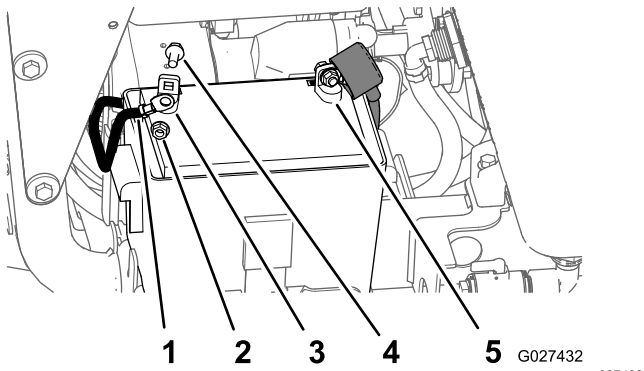

Figura 89
3. Retire el perno de cabeza hexagonal con arandela prensada y la tuerca con arandela prensada del cable negativo (-) de la batería y del borne negativo de la batería, y retire el cable de la batería (Figura 89).
4. Retire la cubierta roja del borne positivo de la batería (Figura 89).
5. Retire el perno de cabeza hexagonal con arandela prensada y la tuerca con arandela prensada del cable positivo (rojo) de la batería y del borne positivo (+) de la batería, y retire el cable de la batería (Figura 89).
3. Conecte primero el cable positivo (rojo) al borne positivo (+) de la batería con una tuerca y un perno con arandela prensada (Figura 89).
5. Conecte el cable negativo de la batería al borne negativo (-) de la batería con un perno con arandela prensada y una tuerca con arandela prensada (Figura 89).